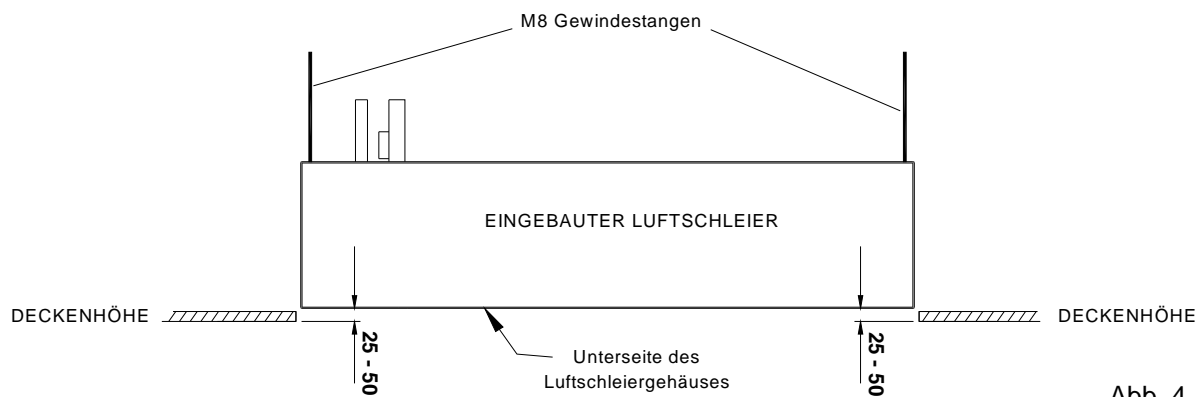

Abb. 4
Schritt 4 Passen Sie die Höhe des Geräts an den Gewindestangen an, so dass die Unterseite des Gehäuses zwischen 25 und 50 mm in der Decke verschwindet (siehe Abb. 4). Vergewissern Sie sich, dass das Gerät gerade ausgerichtet ist.